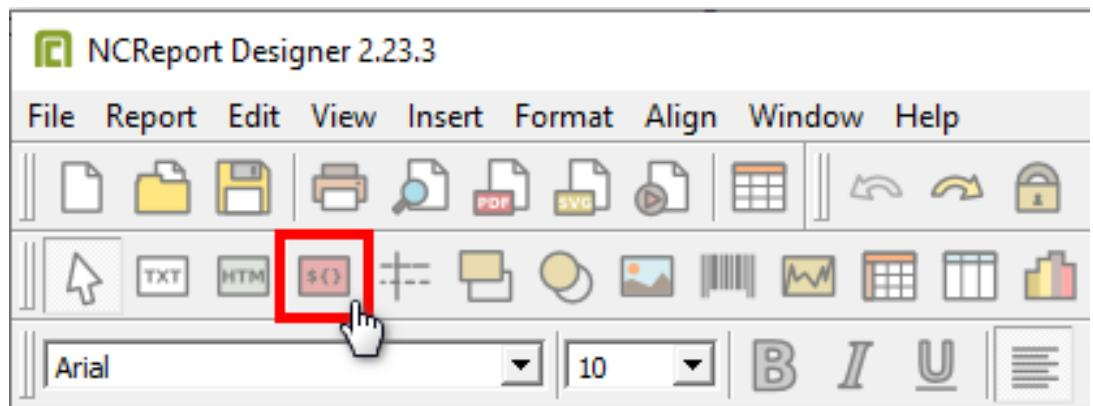

Рисунок 324 - Инструмент Field
- Выберите инструмент Field (Рисунок 324).